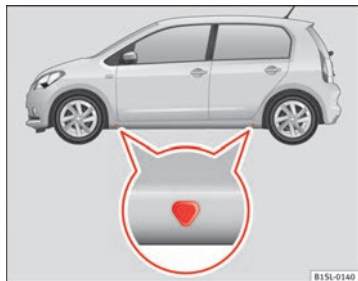

Fig. 145 Pontos de apoio do macaco.
O macaco só pode ser aplicado nos pontos de recepção indicados (marcas da carroçaria) → Fig. 145. Utilize em cada caso o ponto de apoio respectivo da roda a substituir → .
5. Procure debaixo do veículo o ponto de apoio para o macaco ⇒ Fig. 145 mais próximo da roda que pretende substituir.